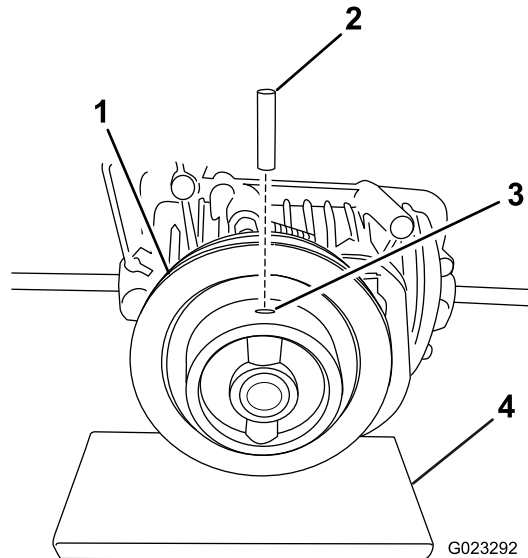

Bild 1
4. Schmieren Sie Gewindesperrmittel (Apply Loctite® 454 oder Äquivalent) in eines der Lochenden in der Riemenscheibe (Bild 1).
Hinweis: Stützen Sie die Riemenscheibe ab, während Sie den Stift einsetzen, um die Eingangswelle nicht übermäßig zu strapazieren (Bild 1).